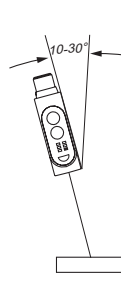

Abb. 8
- Bei stark reflektierenden oder glänzenden Objektoberflächen den Sensor um ca. 10-30 ° zur Objektoberfläche neigen. (Abb. 8).